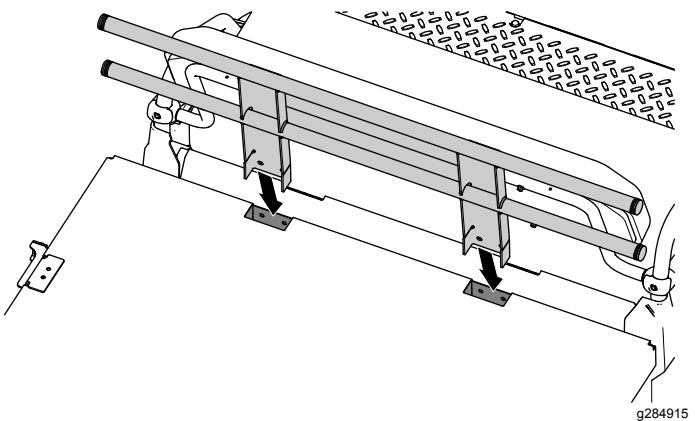

図 6
1. 図 6 のように、延長荷台の前端の左右のステークポケットに、前側パイプパネルの足を合わせる。